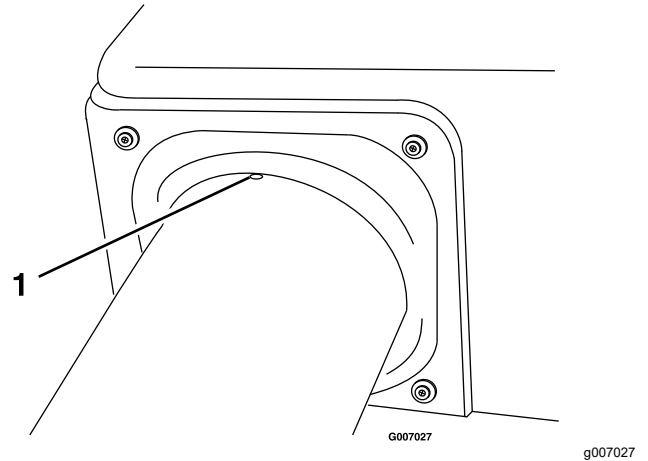

Bild 33
4. Fluchten Sie die Vertiefung im oberen Rohr gleichmäßig zwischen den Schrauben aus, mit denen die Füllkastendichtung am Füllkasten befestigt ist (Bild 33).
8. Stellen Sie sicher, dass die Vertiefung von Bild 33 noch vorhanden ist.